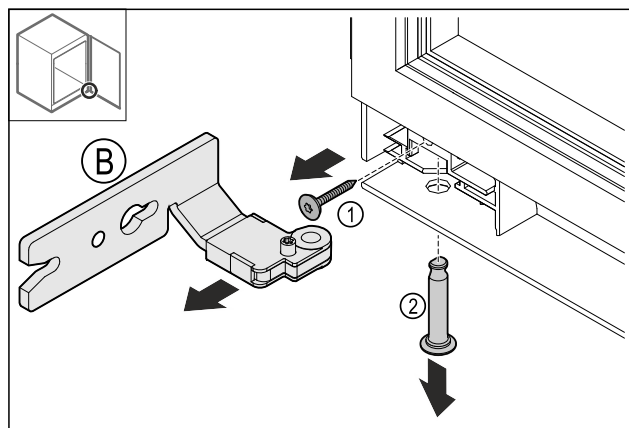

Fig. 16
- Ta bort skruven. Fig. 16 (1).
- Ta bort stiftet Fig. 16 (2).
- Ta bort gångjärnet Fig. 16 (B).